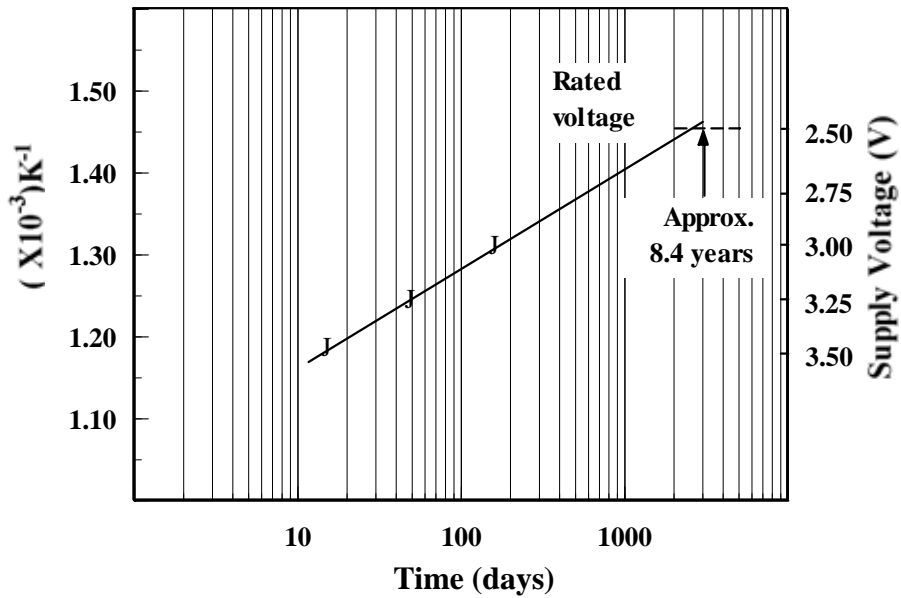

图8 NAP—50A 的根据超额定电压负荷后从零开始漂移的寿命预测图
(1) 超额定电压加速试验 (图 8)
把传感器加上额定电压的 120、130、140% 的电压放置 (常温、常湿), 定期用额定电压进行测定空气环境下的输出值。图 8 的情节是从初期值开始每变动 5mV 时所经过的时间作为横轴, 纵轴右边是电源电压, 左边是表示单元温度的倒数。